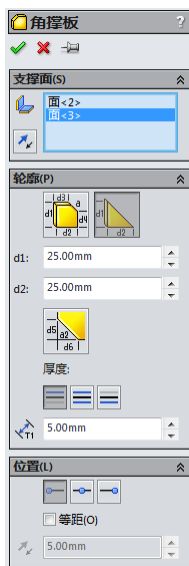

图 13-38 “角撑板”属性管理器
(1) 启动命令。单击“焊件”工具栏中的“角撑板”按钮，或执行“插入”→“焊件”→“角撑板”菜单命令，弹出“角撑板”属性管理器。
(2) 选择支撑面。选择生成角撑板的支撑面，如图 13-38 所示。